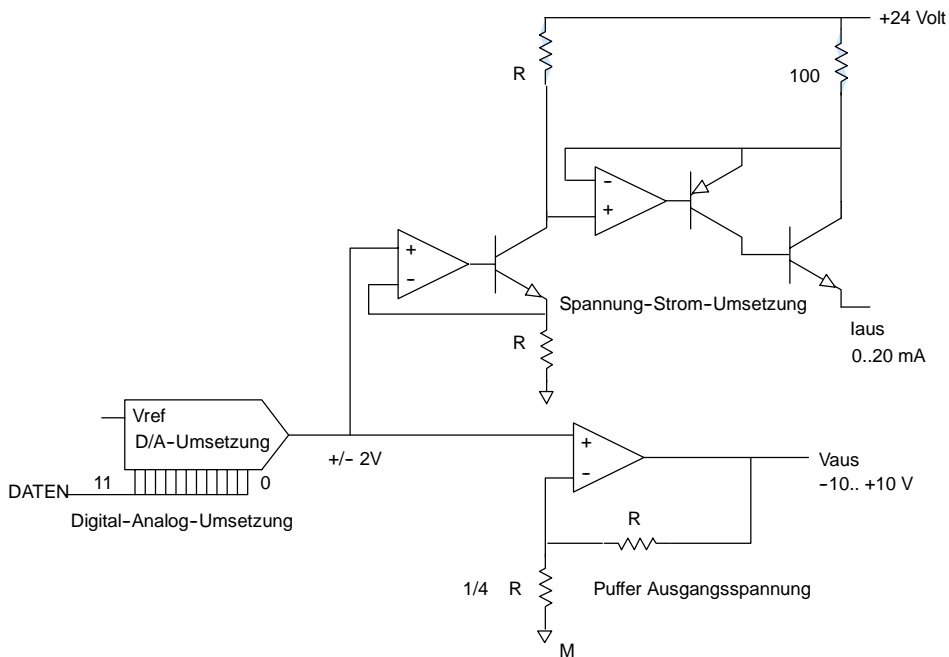

Bild A-21 Schaltbild der Ausgänge beim 232 und EM 235
- Überbrücken Sie die Eingänge für freie Kanäle (siehe Bild A-21).